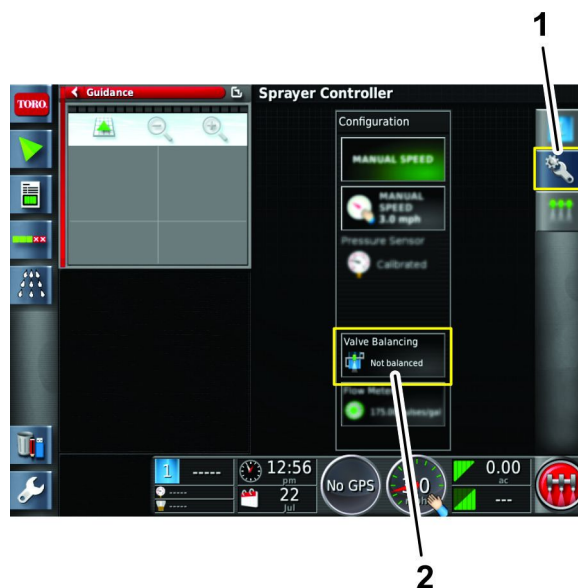

図 46
6. 構成アイコンを押し、次にバルブバランスウィザードアイコンを押し 図 46。